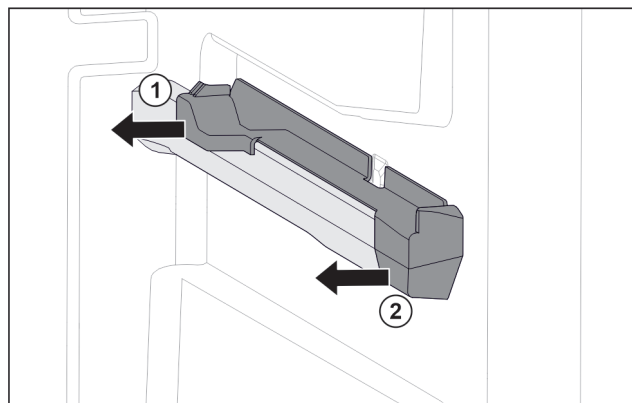

Fig. 24 Nasazovací díl na pravém žebrování na nádoby
- ▶ Stáhněte nasazovací díl vzadu na stranu. Fig. 24 (1)
- ▶ Stáhněte nasazovací díl vpředu na stranu. Fig. 24 (2)